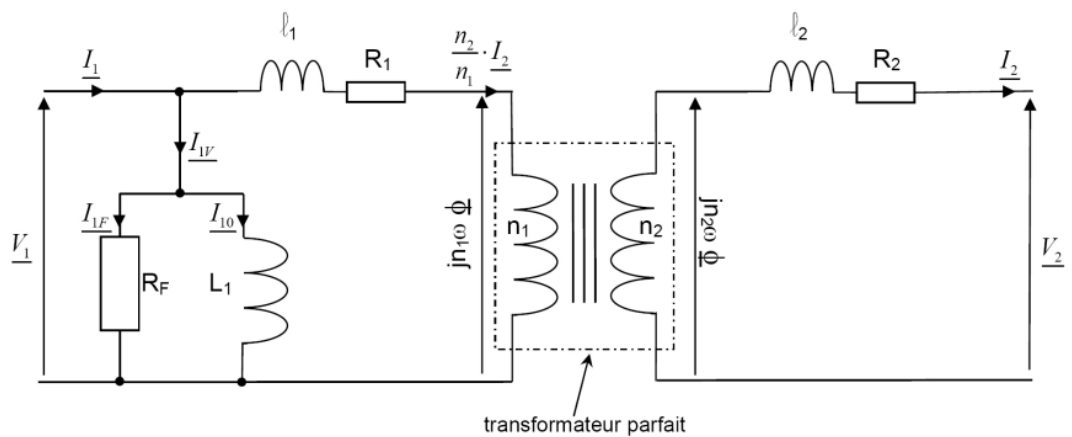

Fig. 12 : Schéma équivalent d'un transformateur réel en charge : simplification.
- **En pratique**, la chute de tension dans  $R_1$  et  $l_1$  est faible devant  $V_1$  et, pour le calcul du courant  $I_{1v}$ , lui-même faible, il est inutile d'en tenir compte. On obtient alors un schéma simple et suffisamment précis, comme il est montré sur la figure 12.